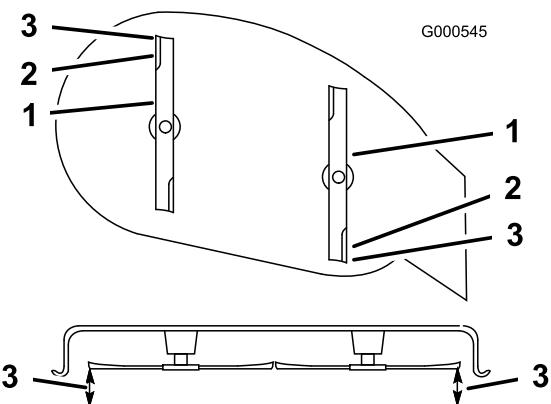

Figura 46
9. Ponga la altura de corte en **D** (76 mm) y gire con cuidado las cuchillas hasta que estén alineadas hacia adelante y hacia atrás (Figura 46).
10. Mida entre la punta de la cuchilla delantera y la superficie plana y entre la punta de la cuchilla trasera y la superficie plana (Figura 46). Si la punta de la cuchilla delantera no está entre 1,6 y 7,9 mm más baja que la punta de la cuchilla trasera, ajuste las contratuercas delanteras.